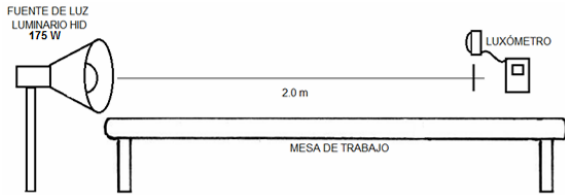

Figura 3: Muestra de la realización de la práctica
- 4. Coloque la fuente de luz (Luminario HID de 175 W) sobre la mesa de trabajo como muestra la figura 3. La tensión de alimentación del luminario es 220 V. Con ayuda de la cinta mé-